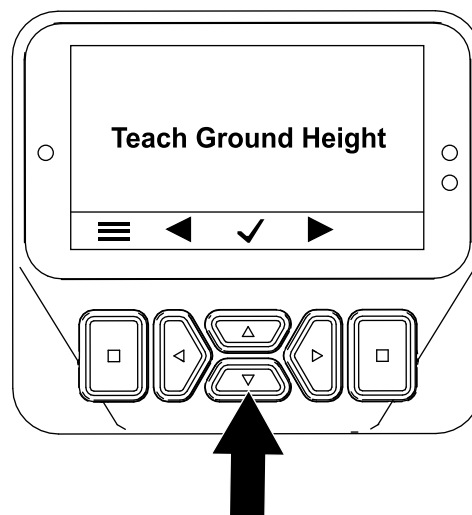

Figura 62
4. Alla schermata Impostazione dell'altezza dal terreno (Figura 62), premete uno qualsiasi dei pulsanti centrali.